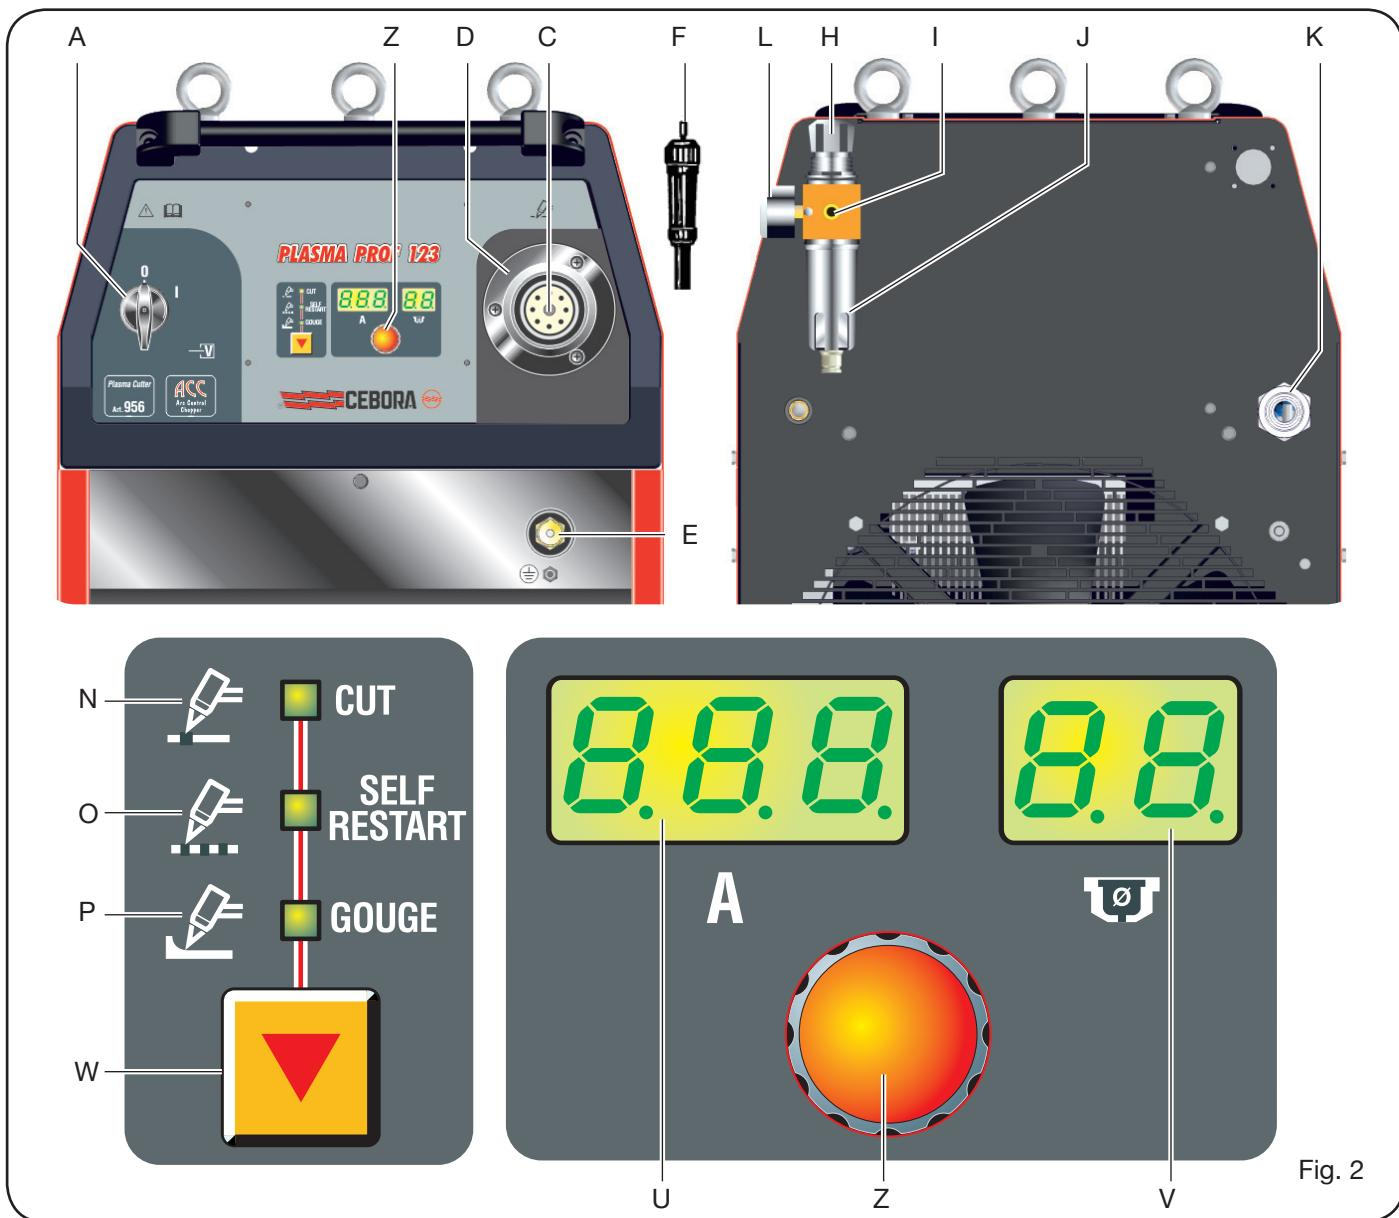

Fig. 2
### 2.2 DESCRIPTION DE LA MACHINE (fig. 2)
b) En cas de raccordement avec fiche, il faut utiliser une fiche de capacité adéquate aux données de la plaquette. Dans ce cas la fiche doit être utilisée pour débrancher complètement la machine du réseau, après avoir positionné sur "O" l'interrupteur **A** (fig. 2).